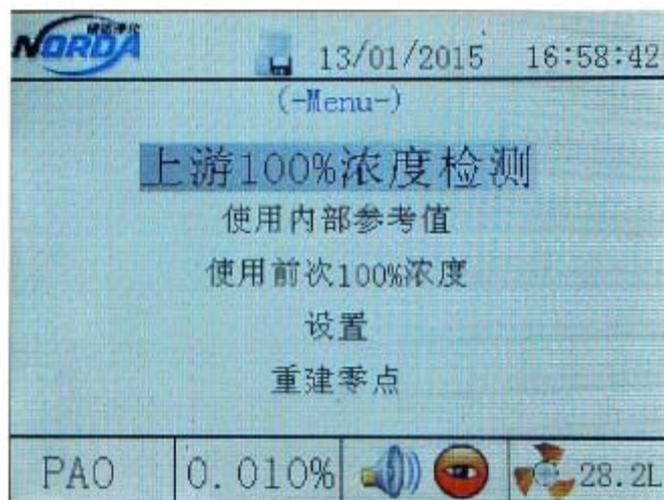

图 1
3.2.2 仪器调零：初始化时，设备会自动建立零点。初始化/零点建立完毕后设备将会显示主菜单，如图 1